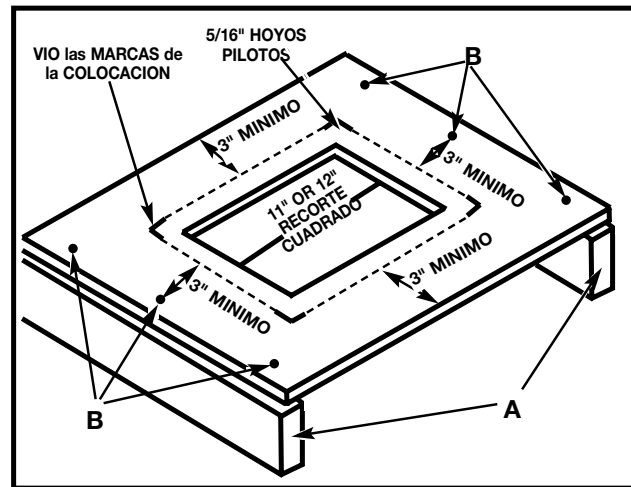

Fig. 4B
Usted también puede construir un soporte sencillo elevado, como se muestra en la Fig. 4B.
Encuadre la sierra en la superficie de apoyo y marque la ubicación de cuatro orificios de 7,94 mm (5/16") para realizar las perforaciones con un taladro (Fig. 4B).
Aleje la sierra y luego realice los orificios en estas marcas. Ubique y marque un cuadrado de 27,94 ó 30,48 cm (11" ó 12") centrado entre los cuatro orificios de montaje. Corte y quite el cuadrado (Fig. 4B).
Para elevar la superficie de apoyo, mida dos 2 x 4 (A) Fig. 4B al ancho de dos lados opuestos de la superficie de apoyo. Fije la superficie de apoyo a los bordes angostos de los 2 x 4 (como se muestra en la Fig. 4B) con tornillos para madera (no suministrados) en por lo menos tres de los sitios (B) Fig. 4B de cada lado.